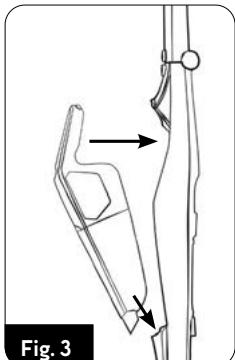

Fig. 3
5. Monte la aspiradora (5) en el conjunto del mango (2) tal como se muestra (fig.3).